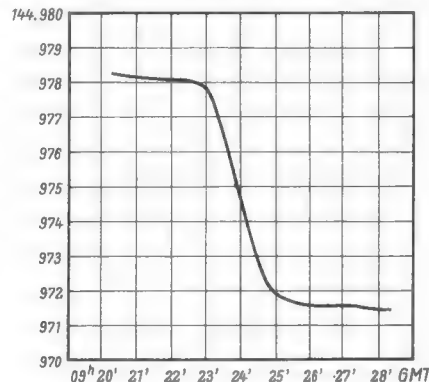

Bild 3. Messung des Dopplereffektes beim Durchgang am 29. 12. 1961 (DL 3 XW)
Zahlreiche Funkamateure führten sehr genaue Messungen des Doppler-Effektes durch. DL 3 XW in Röddensen z. B. notierte Meßwerte für alle 15 Sekunden eines Durchganges. Als Beispiel für die Aufnahme einer Meßkurve mag die Darstellung des Doppler-Effektes während des Durchganges am 29. 12. 1961 dienen (Bild 3). Dem aufmerksamen Leser wird auffallen, daß zu Beginn der Messung eine Frequenz von 144,9783 MHz angezeigt ist, während zunächst von 145,008 MHz gesprochen wurde. Schon die ersten Messungen zeigten, daß die Frequenz tiefer als angekündigt lag. Sie sank auch während der Umlaufzeit ständig weiter ab. Bild 3 zeigt weiter, daß am Ende der Hörbarkeit dieses Durchganges nach etwa 8 Minuten die Frequenz mit 144,9715 MHz ermittelt wurde. Der Doppler-Effekt wies einen Frequenz-Unterschied von 6,8 kHz auf. Anhand dieses Effektes können Positionen, Geschwindigkeiten und Höhen eines Satelliten errechnet werden (1). Bei kurzen Hörbarkeitszeiten von etwa zwei bis drei Minuten wurden entsprechende Frequenz-Differenzen von etwa 1 kHz gemessen.